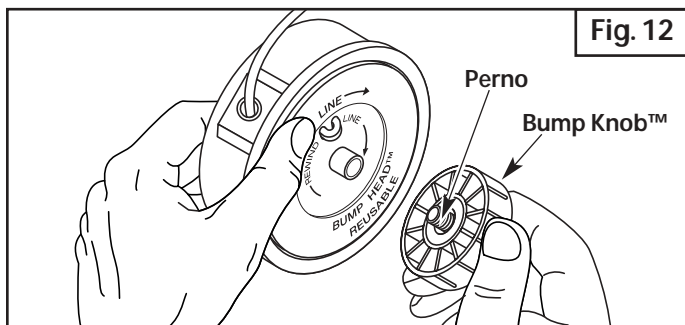

Fig. 12
1. Sostenga la bobina exterior con una mano y desenrosque el Bump Knob™ en sentido antihorario (Fig. 12). Inspeccione el perno de adentro del Bump Knob para verificar que se mueva con libertad. Cambie el Bump Knob si está dañado.
1. Sostenga la bobina exterior con una mano y desenrosque el Bump Knob en sentido antihorario (Fig. 12). Inspeccione el perno dentro del Bump Knob para verificar que se mueva con libertad. Cambie el Bump Knob si está dañado.